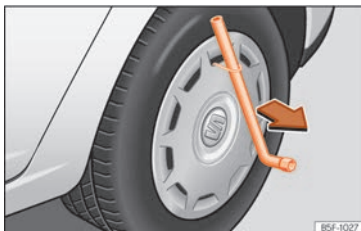

Fig. 42 Retirar el embellecedor integral.
- Introduzca la llave de rueda a través del gancho, apóyela en el neumático y retire el embellecedor » **fig. 42**.